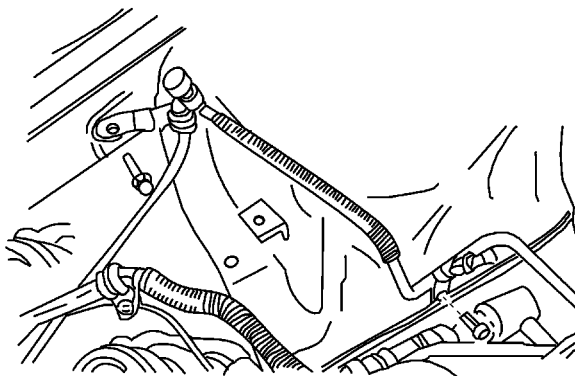

图 5-44 拆卸液管
10) 按照图 5-44 所示, 拆卸液管至车辆管箍螺栓, 并从车上拆卸液管。